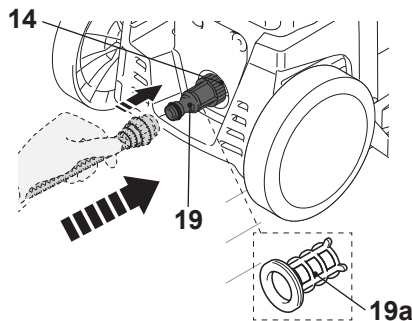

Fig. 11
- > Ligue o adaptador da mangueira de água (19) na entrada de água (14).
- > Fixe uma mangueira de água adequada (não incluída) no abastecimento de água e a outra extremidade no adaptador da mangueira de água (19) (Fig. 11).